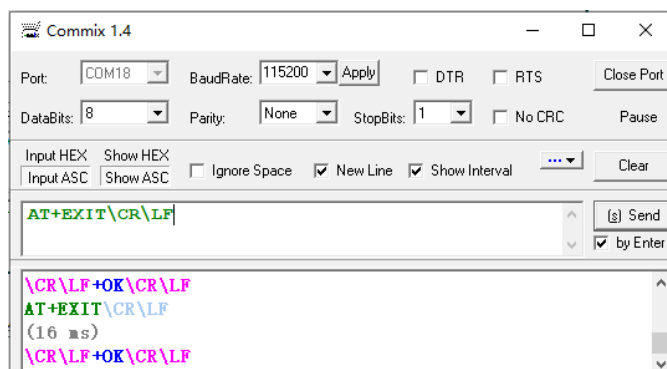

图 6-6 退出 AT 指令模式界面
6) 设置完成后，退出 AT 指令模式，如图 6-6 所示。